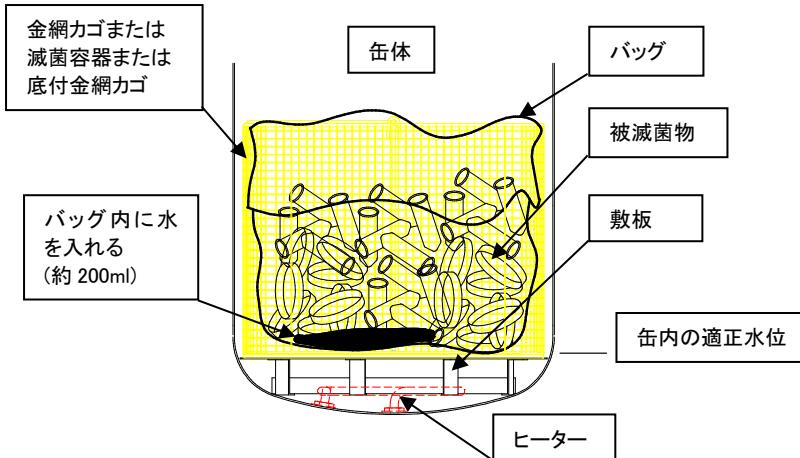
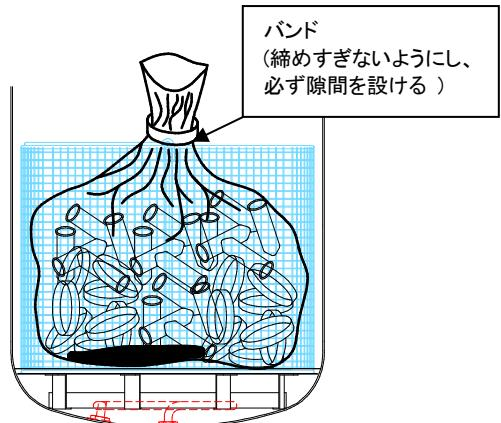

図6
図7
折り返したバッグ容積の 60%程度の内容量にとどめてください。(図 6)
- ❗ バッグの口は必ず開いてください。(図 6, 図 7)
- ❗ 確実な滅菌の為にバッグに 200ml 程度の水を入れてください。(図 6)